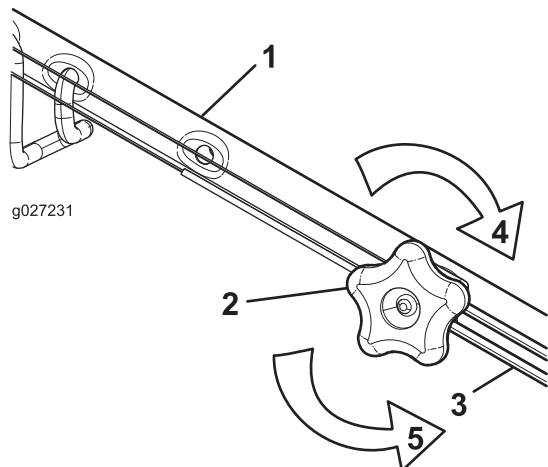

Figure 24
1. Tournez le bouton de réglage dans le sens antihoraire pour desserrer le réglage du câble (Figure 24).
2. Ajustez la tension du câble (Figure 24) en le tirant en arrière ou en le poussant en avant puis en le maintenant à cette position.